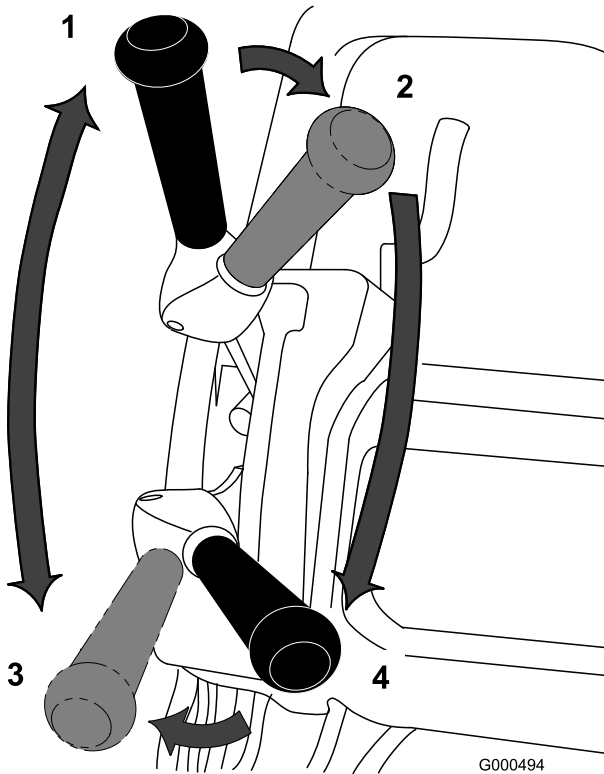

Figura 18
1. Arranque el motor, ponga el acelerador en Lento, empuje el manillar hacia abajo para elevar la unidad de corte, ponga la palanca de tracción en Engranada y lleve el cortacésped al borde del green (Figura 18).
2. Ponga la palanca de tracción en Desengranada y engrane la palanca de transmisión al molinete (Figura 18).
3. Ponga la palanca de tracción en la posición Engranada, aumente la velocidad con el acelerador hasta que el cortacésped se desplace a la velocidad deseada, lleve el cortacésped al green, baje la parte delantera del cortacésped y empiece a segar (Figura 18).